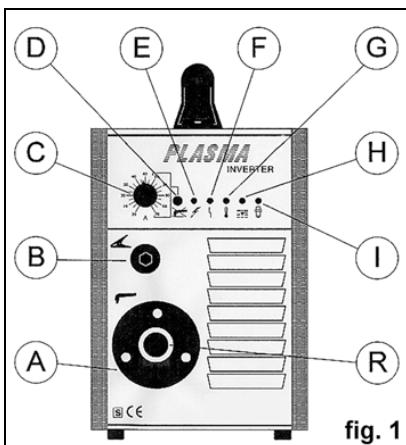
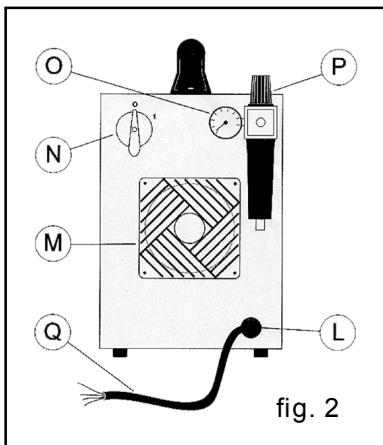

fig. 1
fig. 2
Fare molta attenzione a non ammaccare il perno portacorrente o a non piegare gli spinotti dell'adattatore; un'ammaccatura sul perno impedisce di scollarlo, una volta montato, dal raccordo fisso **R** (fig. 1); uno spinotto piegato impedisce un buon fissaggio dell'adattatore sul raccordo fisso **R** (fig. 1) ed impedisce alla macchina di funzionare.
Collegare l'alimentazione dell'aria al raccordo posto sul riduttore di pressione **P** (fig. 2) assicurandosi che la pressione sia almeno di 6 bar (6KPa X100) con una portata minima di 200 litri/min. Nel caso che l'alimentazione dell'aria provenga da un riduttore di pressione di un compressore o di un impianto centralizzato il riduttore deve essere regolato alla massima pressione di uscita che non deve comunque superare 8 bar (8KPaX100). Se l'alimentazione dell'aria proviene da una bombola di aria compressa questa deve essere equipaggiata con un regolatore di pressione; **non collegare mai una bombola di aria compressa direttamente al riduttore della macchina! La pressione potrebbe superare la capacità del riduttore che quindi potrebbe esplodere!**
Assicurarsi che la tensione di alimentazione corrisponda a quella indicata sulla targa dati tecnici. Collegare il cavo di alimentazione **Q** (fig. 2): il conduttore giallo verde del cavo deve essere collegato ad un'efficiente presa di terra dell'impianto; i rimanenti conduttori debbono essere collegati alla linea di alimentazione attraverso un interruttore posto, possibilmente, vicino alla zona di taglio per permettere uno spegnimento veloce in caso di emergenza. La portata dell'interruttore magnetotermico o dei fusibili in serie all'interruttore deve essere uguale o superiore alla corrente I_1 assorbita dalla macchina. La corrente I_1 , assorbita si deduce dalla lettura dei dati tecnici riportati sulla macchina in corrispondenza della tensione di alimentazione U_1 , a disposizione. Eventuali prolunghe debbono essere di sezione adeguata alla corrente I_1 , assorbita.
Accendere l'apparecchio mediante la manopola **N** (fig. 2). Questa operazione sarà evidenziata dall'accensione della lampada **E** (fig. 1). Premendo per un istante il pulsante della torcia si comanda l'apertura del flusso dell'aria compressa. Verificare che, in questa condizione, la pressione indicata dal manometro **O** sia fra $4,5 \div 4,7$ bar ($4,5 \div 4,7$ KPaX100); in caso contrario aggiustarla agendo sulla manopola del riduttore **P** (fig. 2) quindi bloccare detta manopola premendo verso il basso. Collegare il morsetto di massa al pezzo da tagliare. Scegliere, mediante la manopola **C** (fig. 1) la corrente di taglio. Utilizzare l'ugello Ø 1 fino a $45 \div 50$ A e l'ugello Ø 1,2 da 45 a 70 A.
N.B. La qualità del taglio è notevolmente superiore se si tiene l'ugello distante circa 2 mm dal pezzo. Per ragioni pratiche, a volte, si preferisce tagliare con l'ugello a contatto. Questa tecnica operativa non deve essere usata con correnti superiori a circa 45 A, perché porta ad una rapida (a volte istantanea) distruzione del foro dell'ugello che provoca un taglio di pessima qualità. L'accensione della spia rossa **D (fig. 1) indica che il taglio deve essere eseguito utilizzando i vari distanziatori.** Assicurarsi che il morsetto e il pezzo siano in buon contatto elettrico in particolare con lamiere vernicate, ossidate o con rivestimenti isolanti. Non collegare il morsetto di massa al pezzo di materiale che deve essere asportato. Premere il pulsante della torcia per accendere l'arco pilota. Se dopo 4 secondi non si inizia il taglio, l'arco pilota si spegne e quindi, per riaccenderlo, è necessario premere